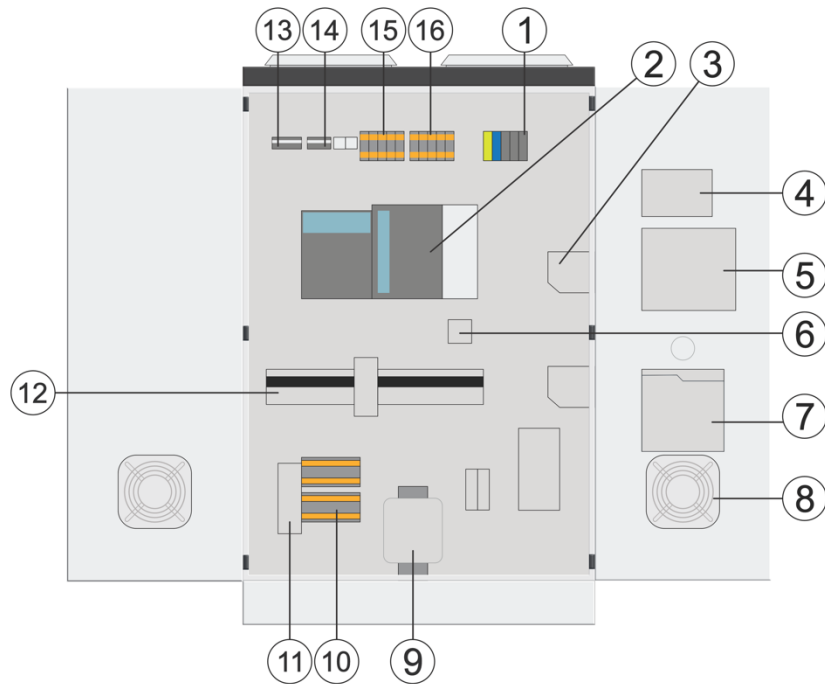

Abb. 13: Power Unit mit Inselnetzfunktion
- Schließen Sie die 5-polige Leitung des Hausnetzanschlusses an die Klemme X00 an, siehe Nr. 1 in Abb. 13 und Abb. 14.